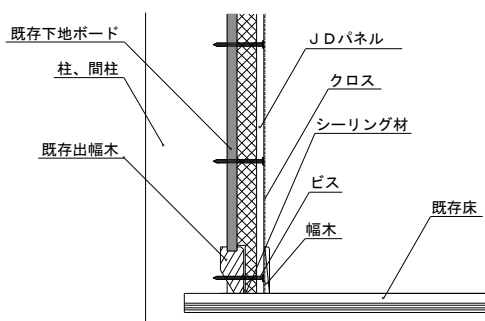

図 12 幅木が外せない場合の壁下端納まり図(例)
- ・ 既存の幅木が外せない場合は、断熱材を切り欠き図 12 のように施工してください。